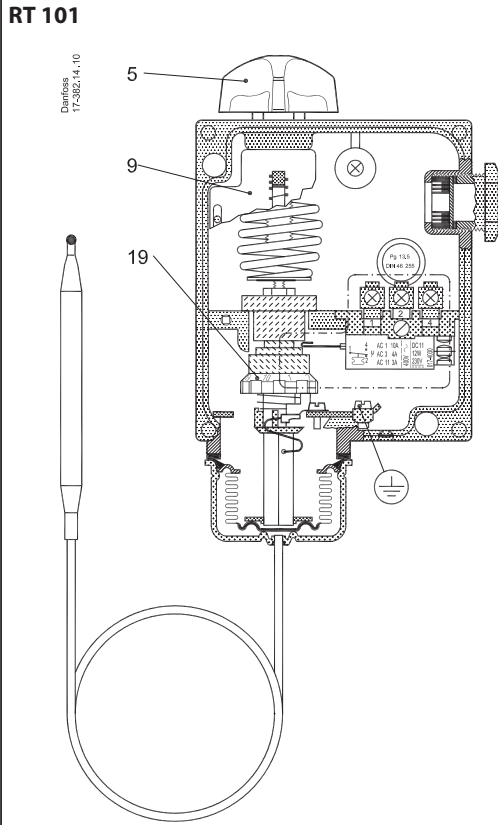

Fig. 1
Fig. 1 and 2
Fig. 1 og 2
Abb. 1 und 2
Die Einstellung selbst wird mit dem Einstellknopf (5) unter gleichzeitiger Ablesung der Hauptskala (9) vorgenommen. Siehe Fig. 1.
Fig. 1 et 2
Le thermostat est réglé d'après la fonction - fermeture ou ouverture du circuit - qui doit se produire à température décroissante (réglage de la plage). Le réglage proprement dit se fait au moyen du bouton cruciforme (5) en lisant sur l'échelle principale (9). Voir fig. 1.
Fig. 1 y 2